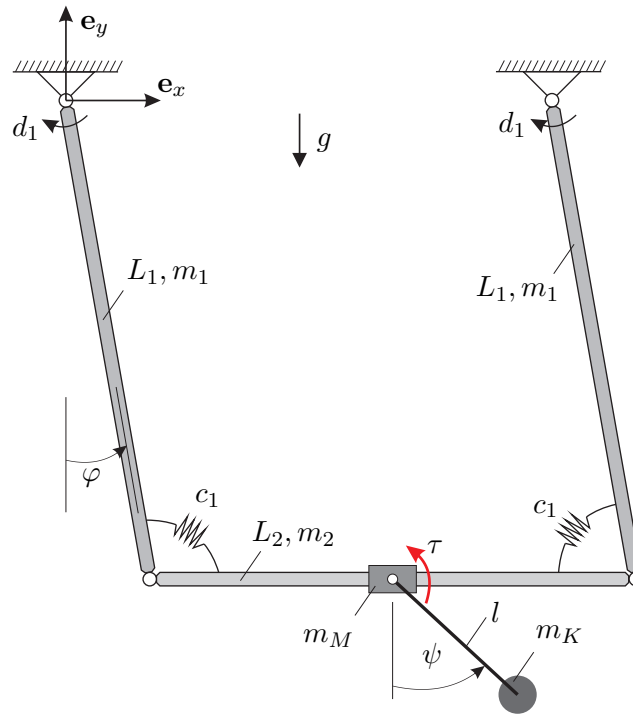

Abbildung 6: Starr gekoppelte Pendel.
**Beispiel 6:** In Abbildung 6 sind zwei Pendel (Länge  $L_1$ , Masse  $m_1$ ) starr mit Hilfe eines Querstabes (Länge  $L_2$ , Masse  $m_2$ ) miteinander gekoppelt. Die Pendel sind durch eine lineare Drehfeder (Federkonstante  $c_1$ , entspannte Lage für  $\varphi = 0$ ) mit dem Querstab verbunden. Über eine masselose Stange der Länge  $l$  wird auf eine Punktmasse  $m_K$  mittels eines Elektromotors (Masse  $m_M$ , fix im Schwerpunkt des Querstabes befestigt) ein externes Drehmoment  $\tau$  aufgebracht. Im Weiteren sei angenommen, dass die Reibungsmomente in den Aufhängepunkten (horizontaler Abstand  $L_2$ ) durch drehwinkelgeschwindigkeitsproportionale Drehdämpfer (Dämpferkonstante  $d_1$ ) ausgedrückt werden können.